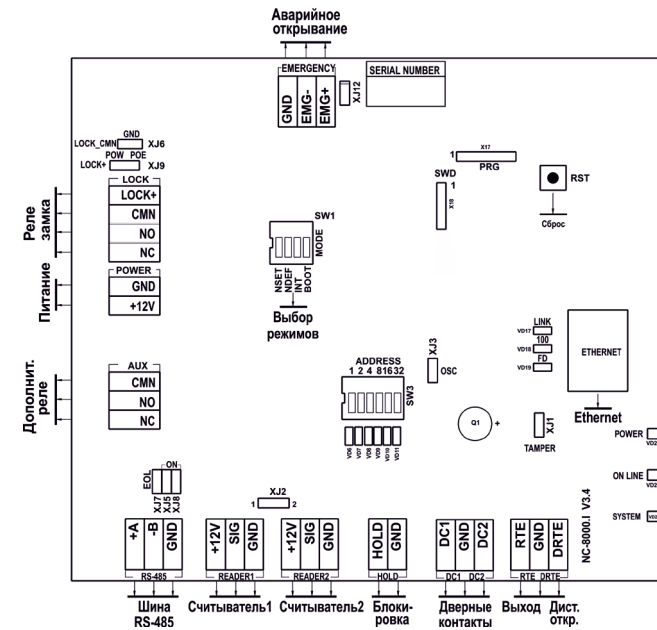

Рисунок 2. Схема платы контроллера NC-8000-1
- от внешнего стабилизированного источника постоянного тока. В этом случае питание подается на клеммы +12V и GND (рисунок 2);